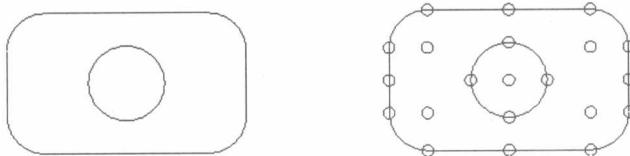

图1-1
**【练习1-1】：** 打开附盘上的文件“1-1.MCX”，利用【Create】/【Point】/【Create Point Position】命令，在图 1-1 中的左图上产生钻孔点，结果如图 1-1 右图所示。本题的求解过程请参考随书所附光盘中“动画教学\01”目录下的“1-1.avi”文件（本书每个习题的求解过程演示动画均按章收录在随书附带光盘的“动画教学”文件夹下，读者可以参考学习，下面不再赘述）。